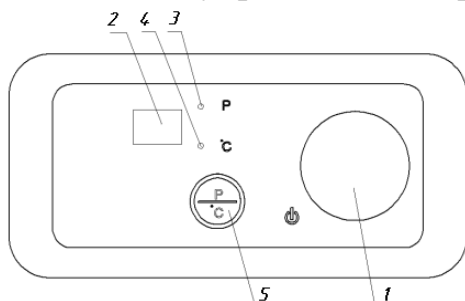

Рис.5
5.7 Панель управления конфоркой приведена на рис.5.